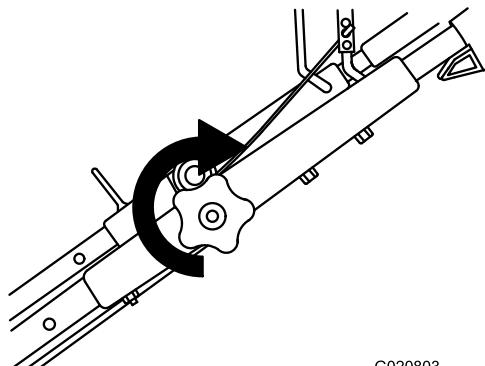

Figure 4
- Serrez le bouton de la partie supérieure du guidon autant que possible (Figure 4).